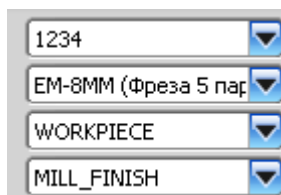

Рисунок 43 Параметры операции
3. Задайте следующие параметры (рисунок 43):